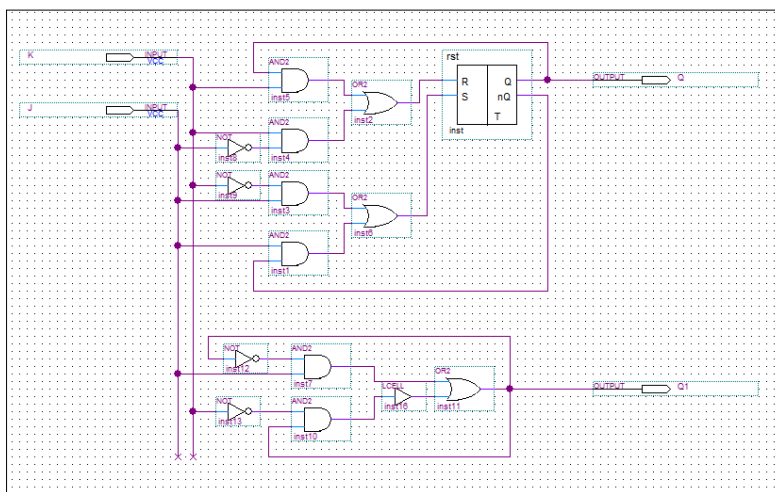

Рис.7
1. В той же папке проекта **lab6** создайте файл верхнего уровня **lab61.bdf** . Создайте в нем графический файл из двух схем **JK триггера** (Рис. 7) не минимизированной (на основе блока асинхронного RS-триггера) на основе таблицы истинности: